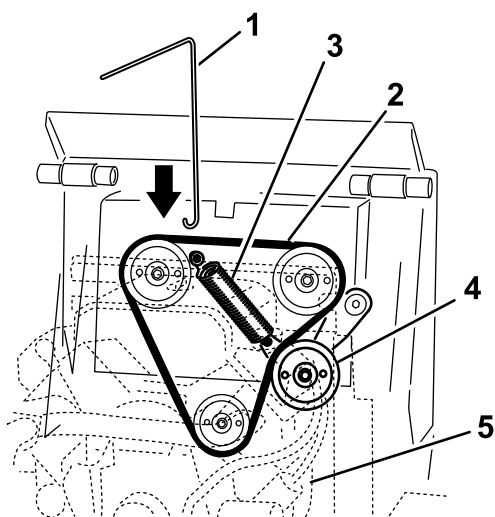

Figura 46
3. Conecte el gancho de la Herramienta para la Retirada de Muelles al gancho del muelle de la polea tensora, y desenganche el muelle del espárrago según se muestra en Figura 46.